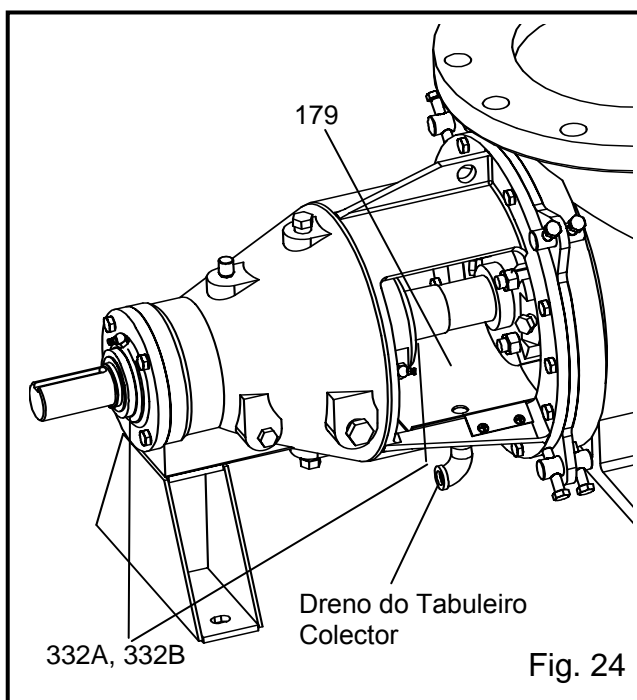

Fig. 24
- A bomba está equipada com um dreno exterior no tabuleiro colector (179) para canalizar a fuga normal do empanque, ver Fig. 24.